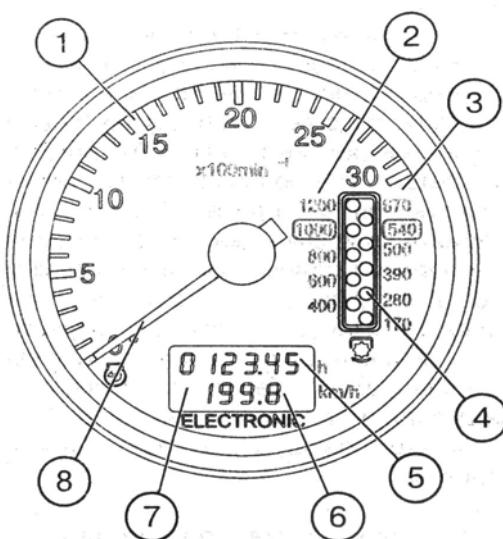

Рис. 1. Тахоспидометр (Р1):
1.1 Тахоспидометр АР70.3813 (рис. 1)